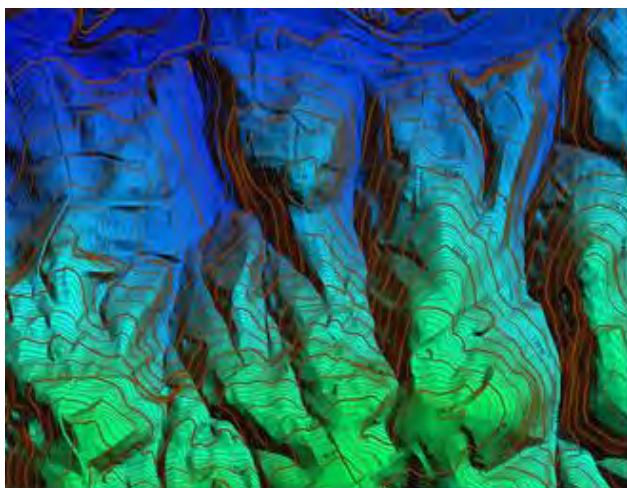

Рисунок 1 – ЦМРМ
1. Цифровой модели рельефа местности (Рис. 1).